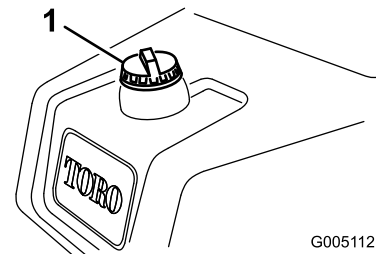

Bild 26
1. Reinigen Sie den Bereich um den Tankdeckel herum und nehmen Sie den Deckel ab (Bild 26).